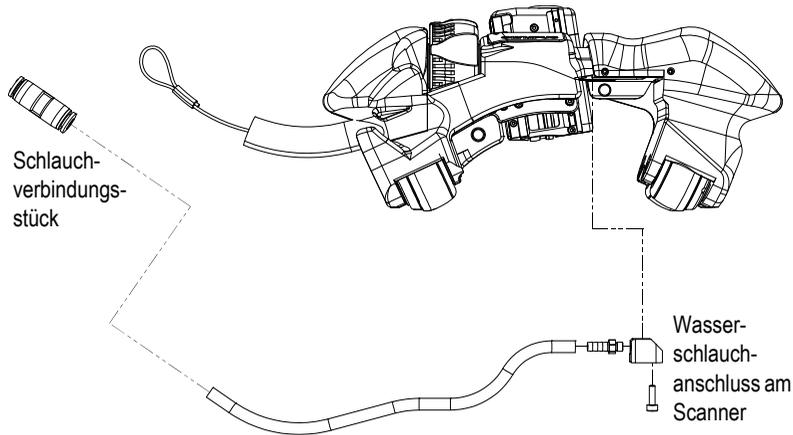

Abbildung 5-6 Austauschen des Schlauchs (demontiert abgebildet)
1. Entfernen Sie die Schrauben des Wasserschlauchanschlusses, mit denen er am Scanner befestigt ist (siehe Abbildung 5-6 auf Seite 54).